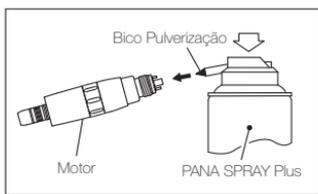

Fig. 6
- 2) Monte o bico de pulverização no orifício respetivo do recipiente. (Fig.6)